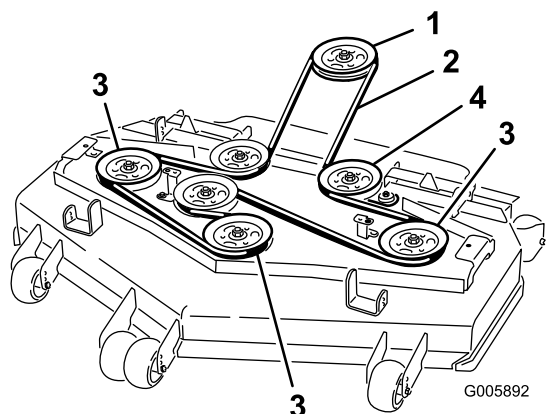

Figure 58
6. Installez la nouvelle courroie sur les poulies (Figure 58).